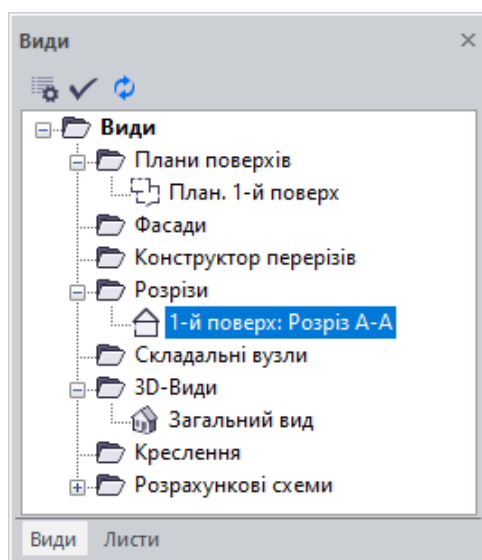

Рис. 27.12. Відкриття розрізу А–А
- У діалоговому вікні **Види** (рис. 27.12) виконайте подвійне натискання по рядку  **1-й поверх: Розріз А – А** в папці **Розрізи**.